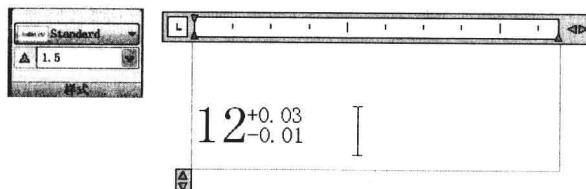

图 5-2-25
(5) 选择堆叠文字，在样式面板中将文字高度 2.5 改为 1.5，效果如图 5-2-25 所示。